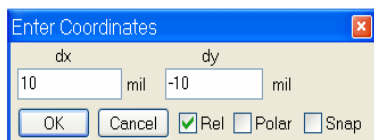

Рис. 5.22
10. Нажмите клавишу **Tab** снова, чтобы открыть диалоговое окно **Enter Coordinates** (рис. 5.22).